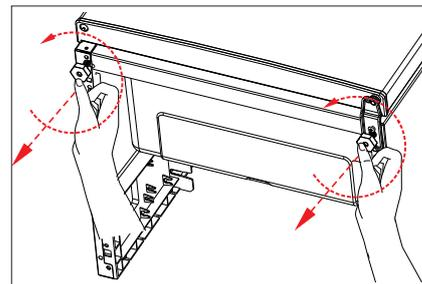

Fig. 1
- ▶ Drej temperaturregulatoren (1) ud over position 1 kortvarigt til position ●. Der høres et klik. Apparatet frakobler. Der høres et klik. Apparatet frakobler. . Træk derefter netstikket (8) ud af stikkontakten.
- ▶ Fjern fryseskufferne (9) og glashylderne (2/3) som beskrevet i følgende kapitel.
- ▶ Drej begge apparatfødder (7) ud mod uret (fig. 1).
- ▶ Hold frysekabsdøren (4) lukket.